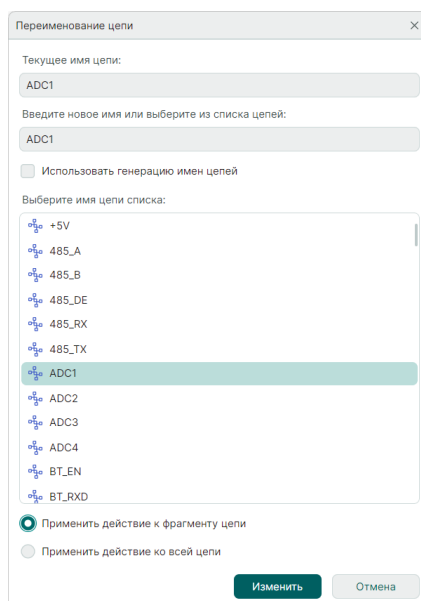

Рис. 115 Окно
- Общий вид окна «Переименование цепи» представлен на Рис. 115.